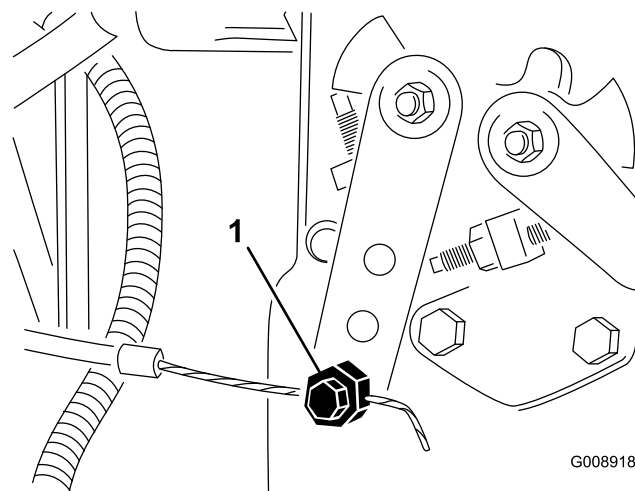

Рисунок 57
2. Ослабьте соединитель тросика дроссельной заслонки на плече рычага инжекторного насоса (Рисунок 57).